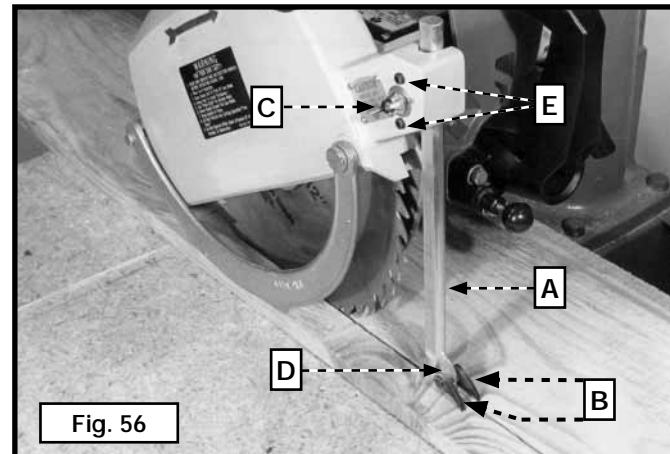

Fig. 56
Pour toutes les opérations de sciage en long et de labourage, abaisser l'arrière du protège-lame de sorte qu'il soit légèrement au-dessus de la pièce pour empêcher que celle-ci ne soit arrachée de la table. Abaisser la tige anti-effet de rebond (A) fig. 56, de sorte que les doigts anti-effet de rebond (B) sont sous la surface de la pièce. Desserrer l'écrou à oreilles (C) pour relever ou abaisser la tige (A). Déplacer la tige anti-effet de rebond à la position voulue, puis serrer l'écrou à oreilles. Ce positionnement permettra aux doigts anti-effet de rebond (B) de toucher la pièce, prévenant ainsi « l'effet de rebond ». Le couteau séparateur (D) fig. 56, doit être aligné avec la lame de la scie. Pour effectuer le réglage, procéder comme suit :
Serrer ou desserrer les deux vis (E) fig. 56, de la tige (A).